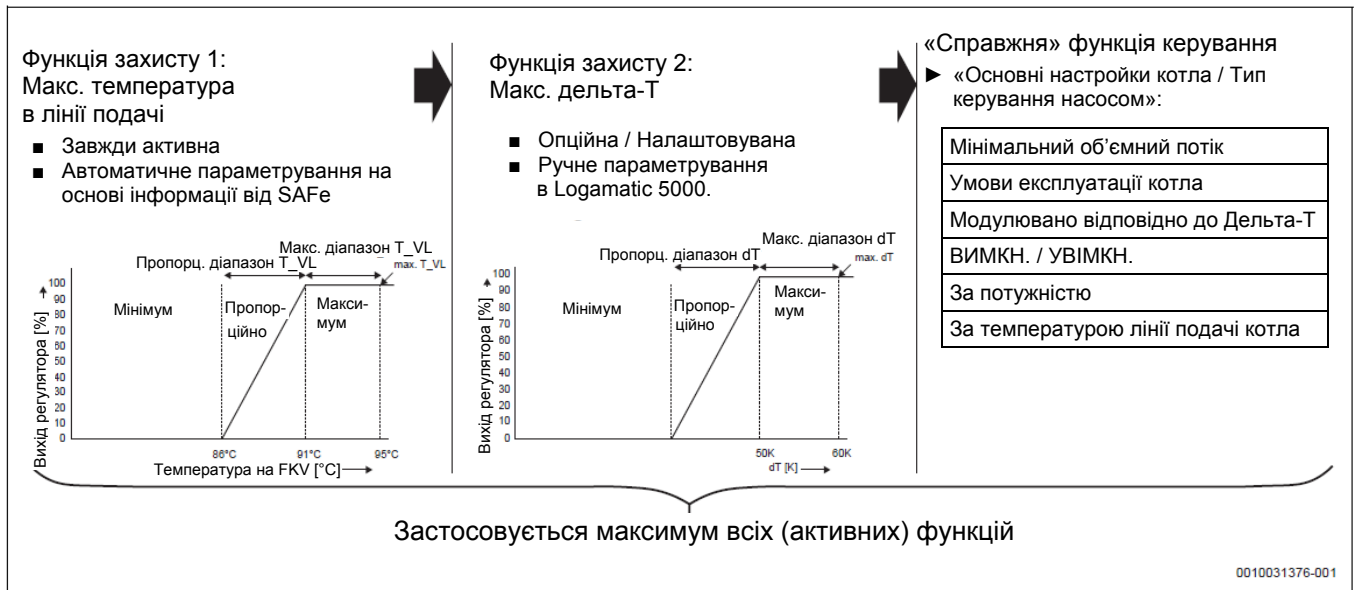

Рис. 22 Типи керування насосом
- **Мінімальний об'ємний потік:** Експлуатація насоса котлового контуру з максимальним перепадом температур (з можливістю налаштування) для оптимізації коефіцієнта корисної дії котла. До тих пір, поки не досягнуто умови активації функцій захисту котла (→ Рис. 22), насос працюватиме з мінімальною модуляцією, щоб в такий спосіб регулювати на налаштований перепад температур (лінія подачі котла – зворотна лінія котла). Передумовою для використання цієї функції є наявність котла з інтегрованим датчиком температури в зворотній лінії, наприклад, KB372, GB402. Таке налаштування можна рекомендувати для теплообмінників.